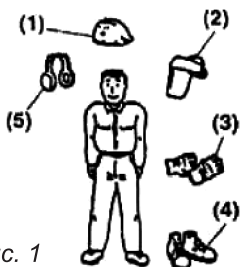

Рис. 1
1. Носите прочную рабочую одежду с длинными рукавами, прочные тонкие перчатки, прочную нескользящую рабочую обувь, защитную каску и щиток (см. рис.1).